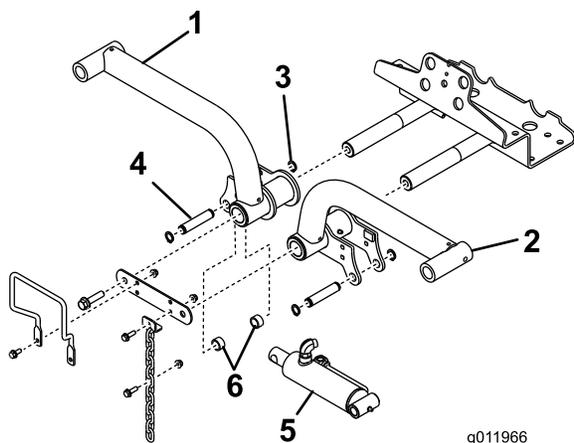

図 15
4. 左右の昇降アームをそれぞれピボットシャフト 図 15 に差し込み、保管しておいたピボットシャフトリンクとキャップスクリューを取り付けて固定する。
- 昇降シリンダの右端を右昇降アームに連結するピン1本とスペーサ2個 図 15。リテーナリングで固定する。